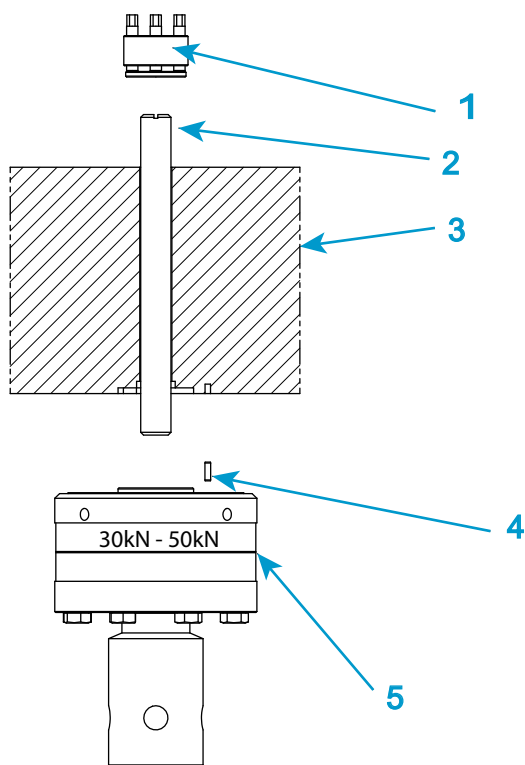

Figura 19. Installazione di una cella di carico serie 2530 - capacità 30 kN e 50 kN
Legenda per Figura 19
1. Fare riferimento a Figura 19 a pagina 89 e alla relativa legenda associata.